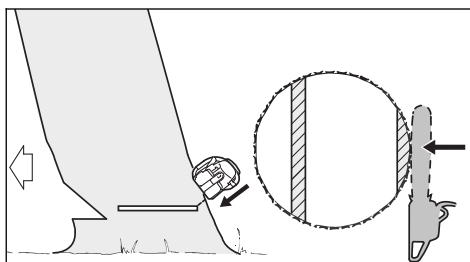

Рис. 29
- Защитный ремень с помощью вытянутых рук разделить снаружи сверху под наклоном (рис. 29)